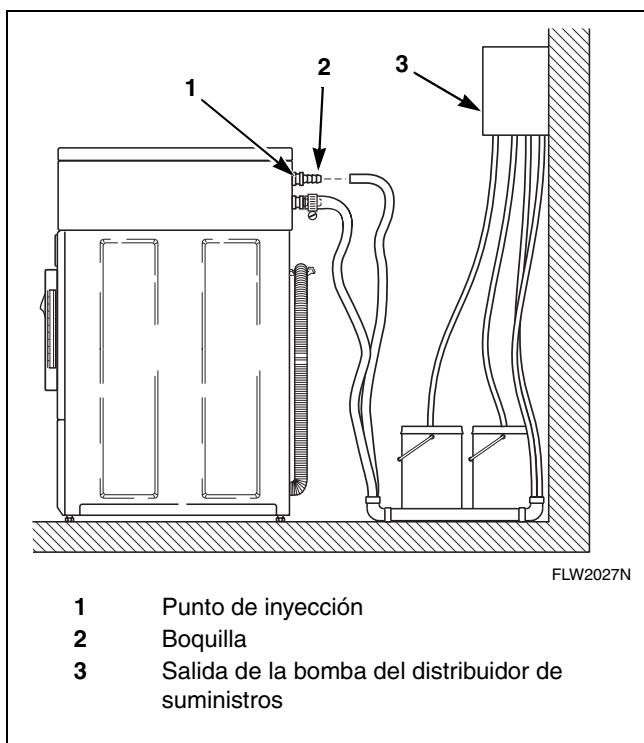

Figura 13
2. Conecte las boquillas a la parte trasera de la máquina. El punto de conexión se ubica en el gabinete, sobre la válvula de mezclado de agua. Refer to *Figura 13*.
3. Conecte las mangueras de suministro a las boquillas y fíjelas con abrazaderas para mangueras (obtégalas en una tienda local). Refer to *Figura 13*.